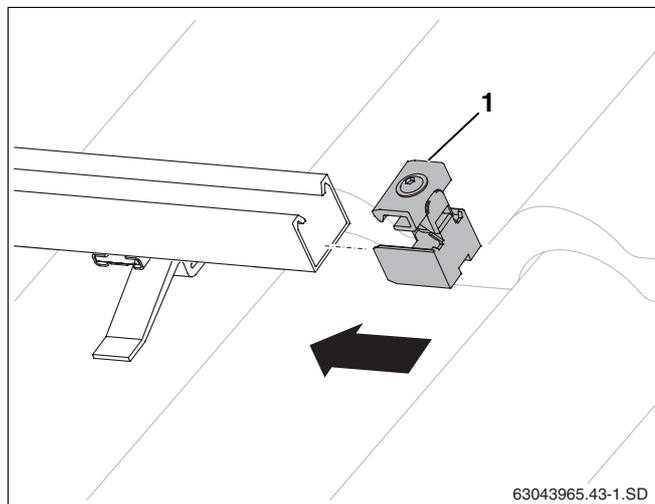

Рис. 41 Установка одностороннего зажима
- Вставить односторонние зажимы (рис. 41, **поз. 1**) в профильные рейки на правый стороне поля коллекторов до фиксации их в первом продольном отверстии профильной рейки.